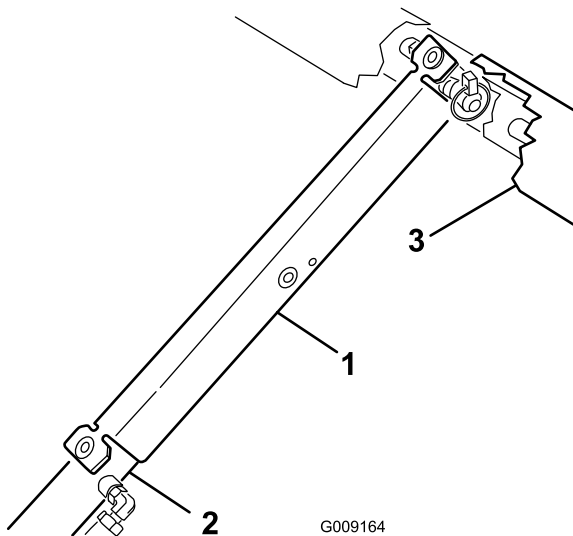

Figura 41
3. Empuje el soporte de la plataforma sobre el pistón, asegurándose de que los extremos del soporte descansan sobre el extremo del cilindro y sobre el extremo del pistón (Figura 41).